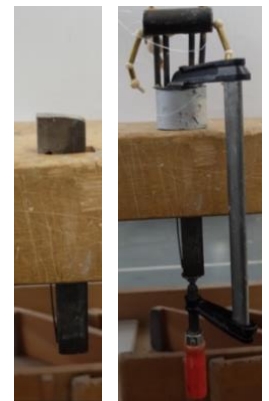

Abbildung 3, Hilfe zum Spannen
- Zum Spannen hat es sich bewährt, einen Gegenstand (oder Bankhaken- Abb.3) unter die Drückplatte zu legen und mit einer Schraubzwinde das Podest darauf festzumachen. Damit wird die Feder zusammengedrückt und so temporär fixiert, die SuS müssen somit nicht permanent ziehen und die Federspannung überwinden.